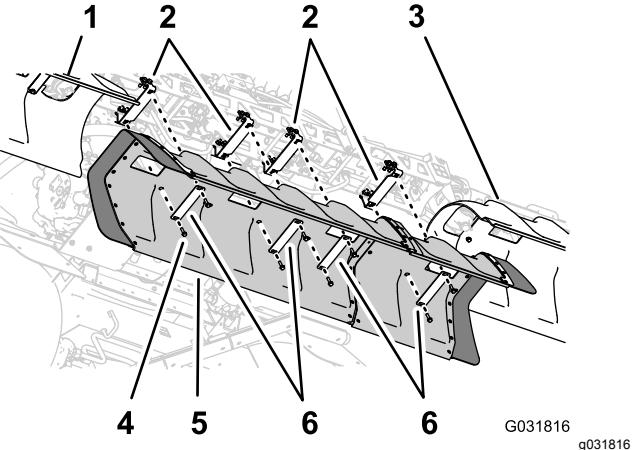

**Bild 150**
2. Ermitteln Sie an der Verlängerung für den mittleren Sprühabschnitt die zwei Lochpaare in der vertikalen Fläche des Trägerrahmens mit einem Lochabstand von 25 mm (Bild 150).
3. Fluchten Sie die Löcher in einer Stützhalterung (Toro Bestellnummer 131-3703-03) mit den Löchern in der Verlängerung für den mittleren Sprühabschnitt aus, den Sie in Schritt 2 identifiziert haben, wobei der breite Flansch der Halterung links sein sollte, siehe Bild 150.
4. Befestigen Sie die Stützhalterung mit vier Bundkopfschrauben (3/8" x 1-1/4", Toro Bestellnummer 110-5050) und vier Sicherungsbundmuttern (3/8", Toro Bestellnummer 104-8301) am Trägerrahmen (Bild 150).